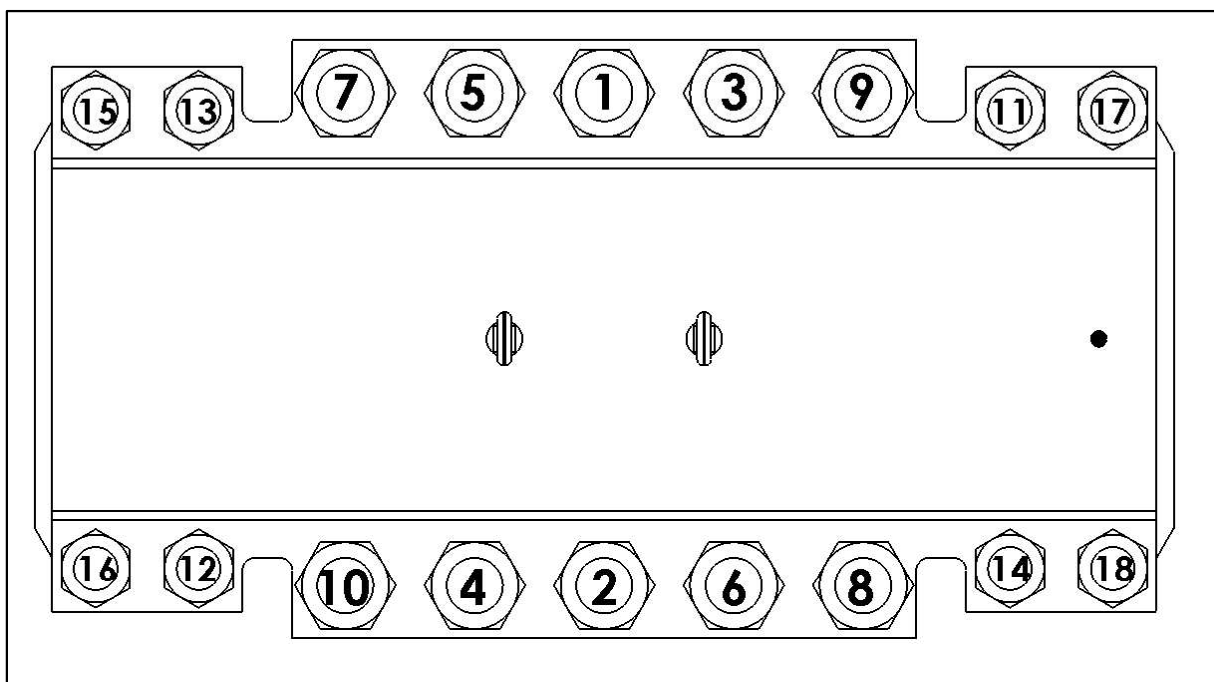

Figura 14
6. Serrare uniformemente tutti i prigionieri e i dadi sulla PLIDCO Hot Tapping+Saddle, utilizzando i valori di **coppia per la sezione di tenuta** riportati nella *Tabella della Coppia di Serraggio dell'Area di Tenuta PLIDCO* a pagina 19. La clampa può avere un numero maggiore o minore di prigionieri. I migliori risultati si ottengono mantenendo un gap uniforme tutto intorno tra le barre laterali durante il serraggio dei prigionieri. Assicurarsi che il dado sia completamente avvitato mantenendo un'estensione minima del prigioniero di 1/4 di pollice (6,4 mm) oltre il dado. La sequenza per il serraggio dei prigionieri deve seguire il modello della Figura 14 e deve essere eseguita ripetutamente come segue: